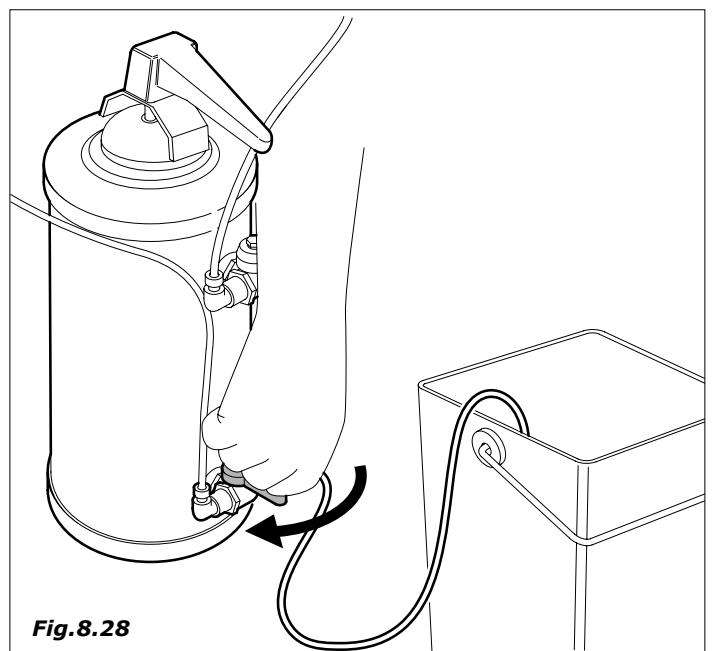

Fig.8.28
- Quitar tensión y cerrar el grifo (Fig.8.28)